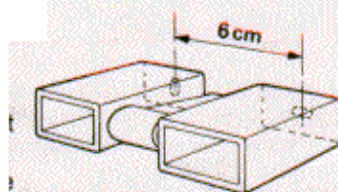

рис. 3
- Закрепить кронштейн двумя винтами, следя за тем, чтобы подвижная часть зажима оставалась сверху (рис. 3).